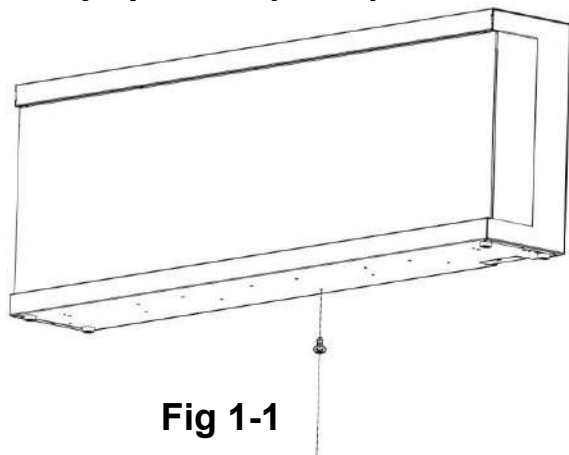

Fig 1-1
A. Zdejmij srebrną śrubę u dołu urządzenia (**Fig 1-1**). Odłóż śrubę na bok.